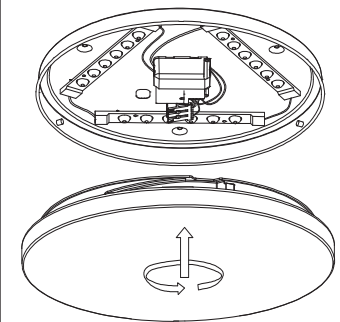

Bild 5
- Bild 5:** Die Kuppel auf die Grundplatte aufsetzen (Bajonett-Verriegelung).